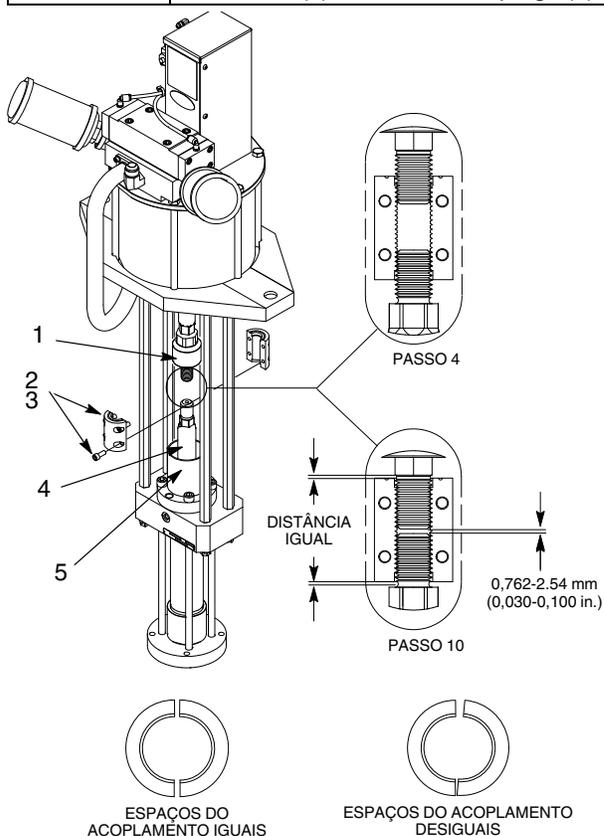

Figura 4 Montagem das metades do acoplamento
DESLIGADO	<p>NOTA: As metades do acoplamento são um conjunto ajustado. Cada metade tem o mesmo número de série gravado.</p> <ol style="list-style-type: none"> 3. Consulte a figura 4. Verifique se a extremidade com ranhura de cada metade está voltada para cima. Posicione as duas metades (2) por cima da haste de acoplamento (1) e da vara do êmbolo mergulhador (4) como ilustrado. 4. Verifique se as três roscas da haste de acoplamento e a vara do êmbolo mergulhador estão engatadas no acoplamento. Fixe as metades do acoplamento com os parafusos de acoplamento (3). 5. Verifique se a válvula de purga do corpo da bomba está aberta e não está obstruída.